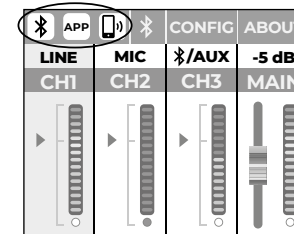

Fig. 2
**ATENCIÓN:** Utilice exclusivamente un paquete batería idéntico de conformidad con las indicaciones y características técnicas representadas en la Fig. 2. Esta batería de altas prestaciones, diseñada específicamente, es la única aprobada para garantizar un uso seguro y eficaz con el sistema B-TWIG 8 MOBILE.
2. Asegure el elemento **A** haciendo que pase por el mecanismo de enganche deslizante (Fig. 2).
Los iconos - - , si están activados, cambian el estado del color a verde (Fig. 2), y más concretamente: